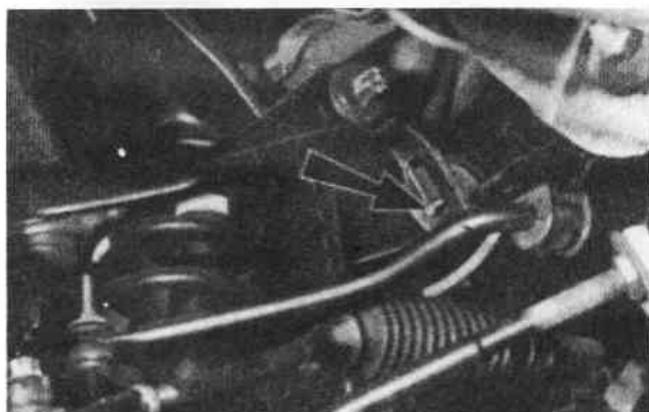

Рис.11.7. Шпилька крепления двигателя (гайка удалена) (Разд.5)
6. Отверните гайки крепления двигателя, находящиеся снизу узлов крепления (Рис.11.7). Каждый узел крепления имеет одну гайку.